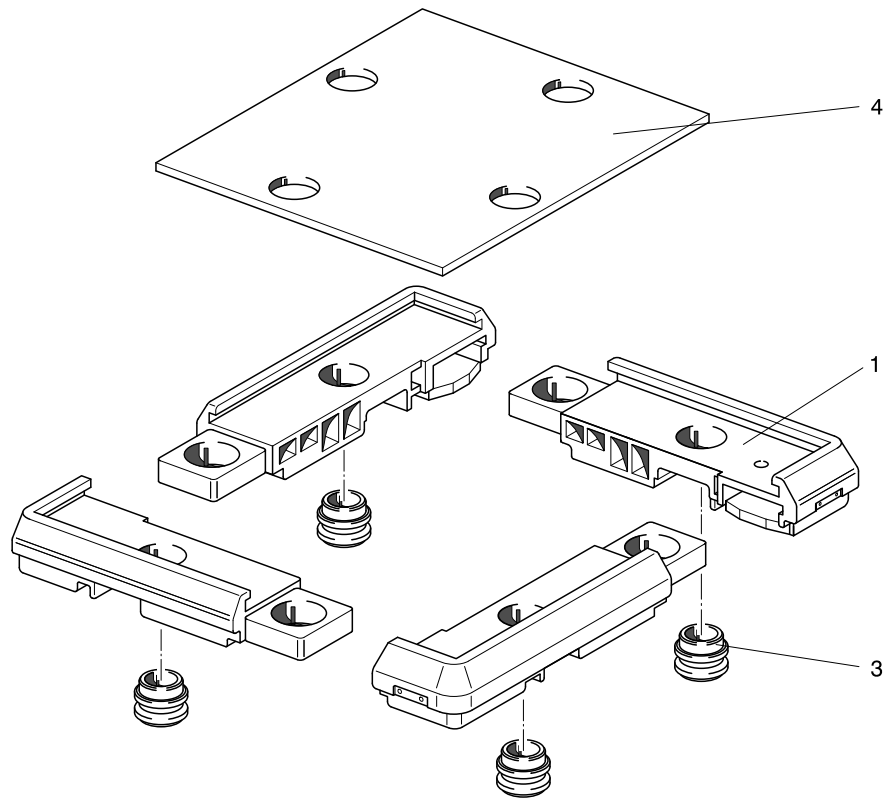

Fig. 1
- A: Zerlegt in Einzelmodulen als Bausatz (Fig. 1 + 2).
- A: Dismantled into individual modules (Fig. 1 + 2).
- A: 分解成作为安装组件的单个模块 (Fig. 1 + 2)。